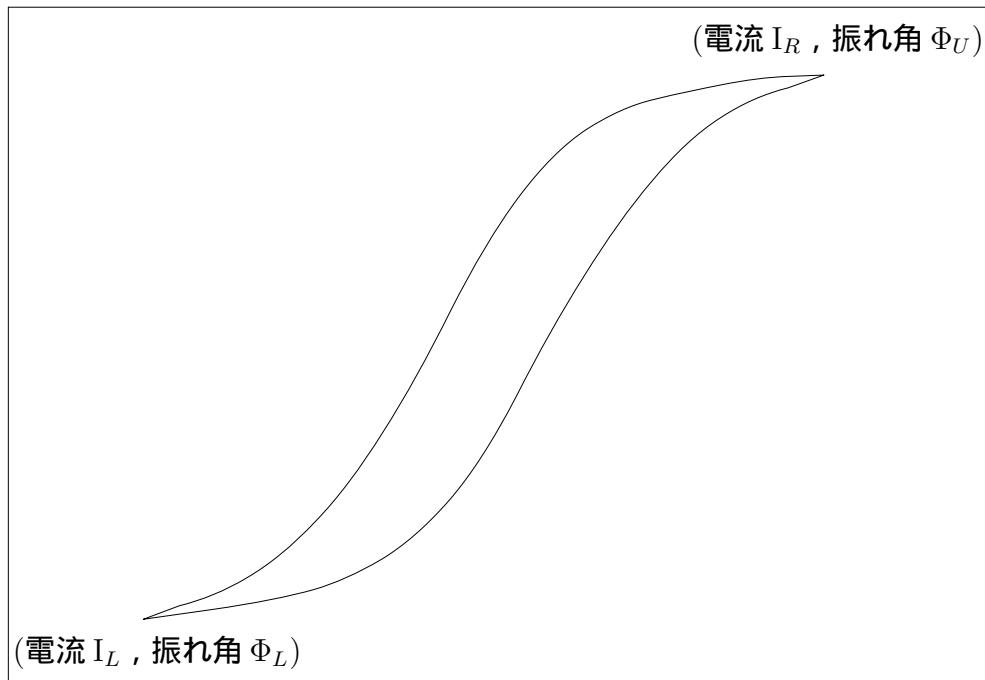

図 20.6: X-Y レコーダ記録用紙の整理
1. 図 20.6 の最左端の電流  $I_L$  と磁束計の最下位の振れ角  $\Phi_L$  を記録する。
2. 図 20.6 の最右端の電流  $I_R$  と磁束計の最上位の振れ角  $\Phi_U$  を記録する。